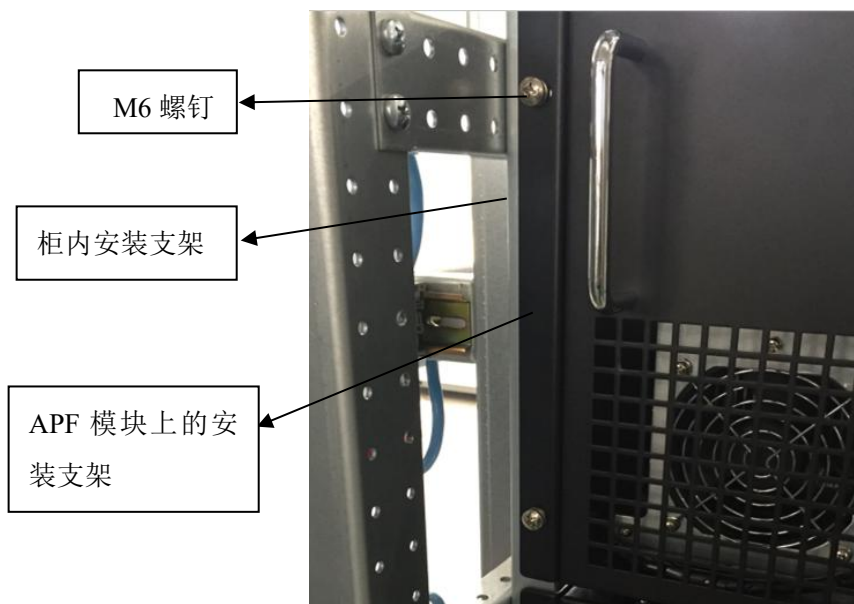

图 2-9 支架安装示意图
- b) 每个 ANAPF 模块根据安装固定位置要求，放置于柜内相应位置，模块前面板上的安装孔刚好对应柜内安装支架上的安装孔，用 M6 的螺钉紧固，如下图 2-9 所示。